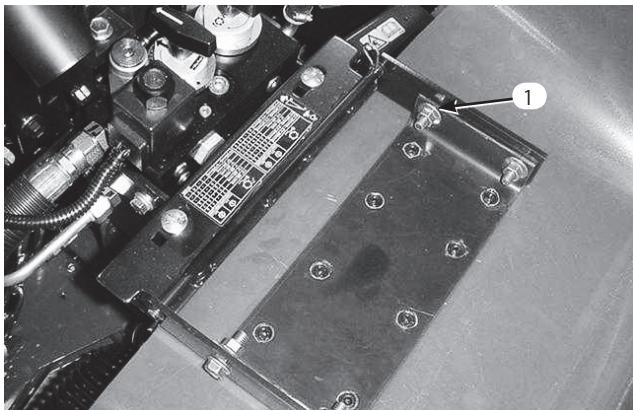

図44
2. フードのピボット部をブラケットに固定しているピンを抜き取る(図44)。